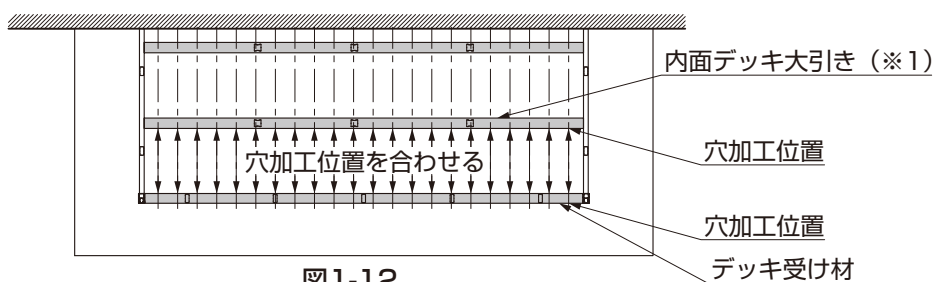

図1-12
- デッキ受け材の加工穴が配置済みの内面デッキ大引き(※1)の加工穴と位置が揃うように両端より切断してください(図1-12参照)